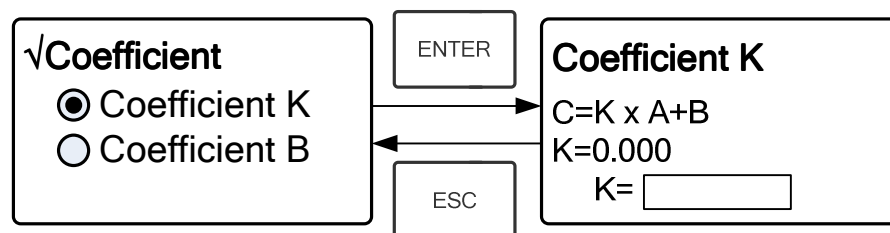

Fig. 4-22
(2) Ajuste de parámetros
- ★ Utilice la flecha para mover el cursor sobre “Coeficiente K” y presione para ir a la interfaz de ajustes K. (Fig. 4-22);